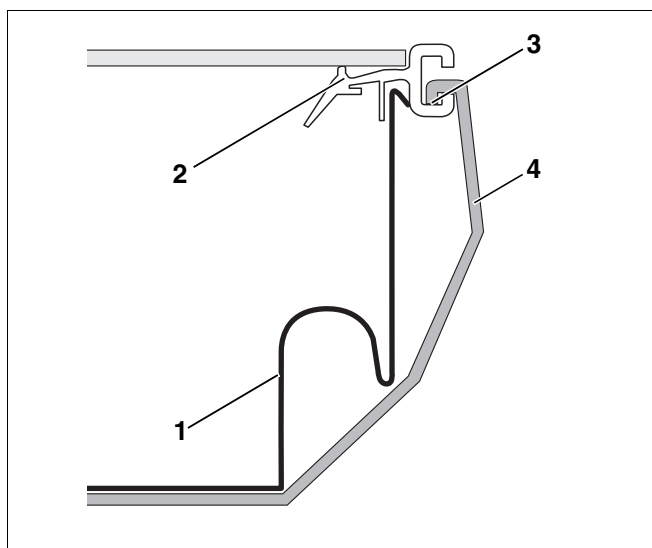

Fig. 33 Colocar o primeiro colector
- ▶ Empurre o colector (Fig. 33, **Item 1 e 2**) até em baixo antes da protecção contra deslizamento (Fig. 33, **Item 4**).
Empurre a protecção contra deslizamento para cima, até que a dobra da protecção contra deslizamento encaixe na ranhura (Fig. 33, **Item 3**) do suporte do colector.